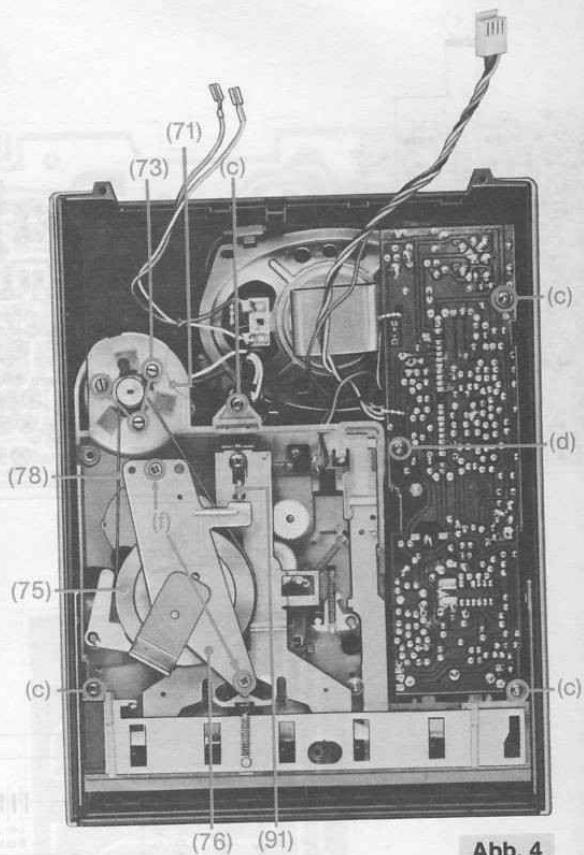

Abb. 4
## 4. Laufwerk ausbauen [Abb. 4]
## 5. Motorbaustein (71) ausbauen [Abb. 4]
- Riemen (78) abnehmen
- 3 Schrauben (73) herausdrehen
## 7. Antriebsriemen wechseln [Abb. 4]
[Abb. 4, 5 u. 6]